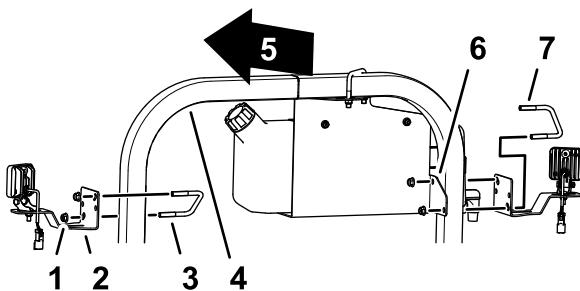

Рисунок 5
- С левой стороны конструкции ROPS снимите U-образный болт ($\frac{3}{8} \times 3\frac{1}{2} \times 2-13/16$ дюйма) и фланцевую контргайку, которые фиксируют крепление бака пресной воды к трубе конструкции ROPS (Рисунок 5).
2. Установите светодиодный осветительный прибор и кронштейн на трубу конструкции ROPS и крепление бака пресной воды, как показано на Рисунок 5, при помощи U-образного болта (¾ x 3½ x 2-13/16 дюйма) и фланцевой контргайки (¾ дюйма), снятых при выполнении действий, описанных в пункте 1.
3. С другой стороны трубы конструкции ROPS установите светодиодный осветительный прибор и кронштейн на трубу конструкции ROPS при помощи U-образного болта (¾ x 3½ x 2-13/16 дюйма) и фланцевой контргайки (¾ дюйма) из комплекта заднего рабочего осветительного прибора (Рисунок 5).